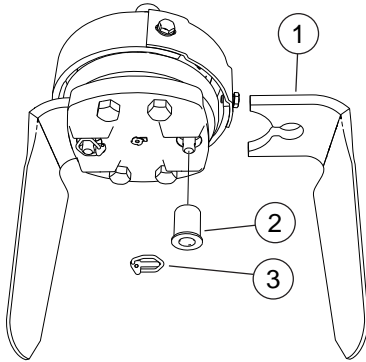

FIG. 38
- Quitar el pasador (3, “Fig. 38”).
- Extraer el casquillo (2).
- Extraer el utensilio (1).